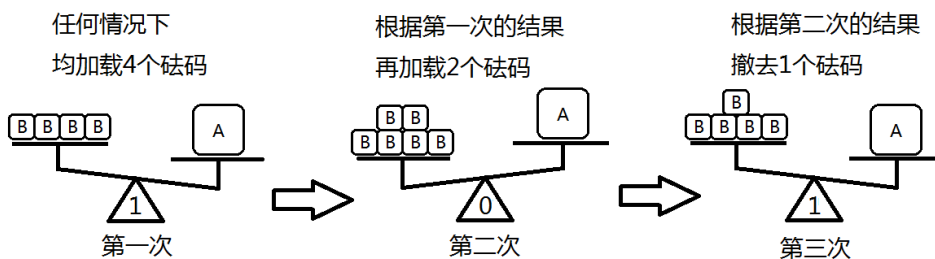

图 17.2 逐次逼近法
例 17.1 有一批待测货物 A，每一个质量都相同（实际是 5.1g）。有 1 架天平和 7 个 1g 的砝码 B，天平的最大量程为 8g，假设货物 A 的质量不超过天平量程。幼儿园教小朋友的聪明方法，如图 17.2 所示：
- 4) 如图 17.2 所示，最终测的的结果就是天平中央的示数 101，也就是 5g。